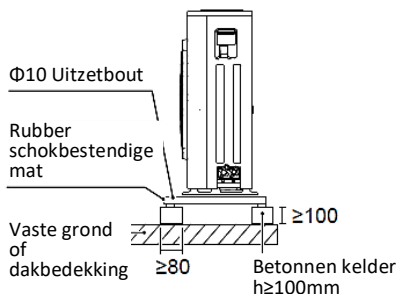

Fig 6-3
- Als het water niet gemakkelijk uit het toestel wegloopt, monteer het toestel dan op een fundering van betonblokken, enz. (de hoogte van de fundering moet ongeveer 100 mm bedragen. (in Fig:6-3))